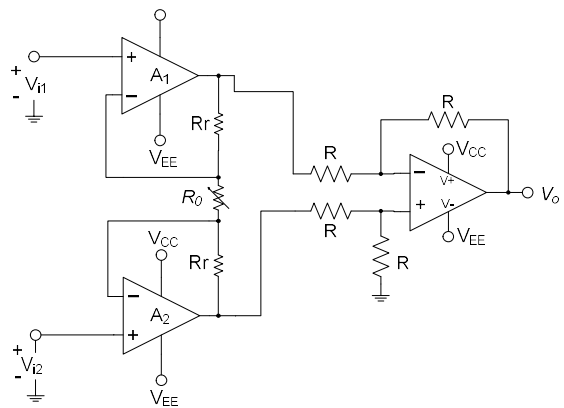

Figura 1. Amplificador de Instrumentación.
4. ¿Cuál es la ganancia del amplificador del circuito de la Figura 1?